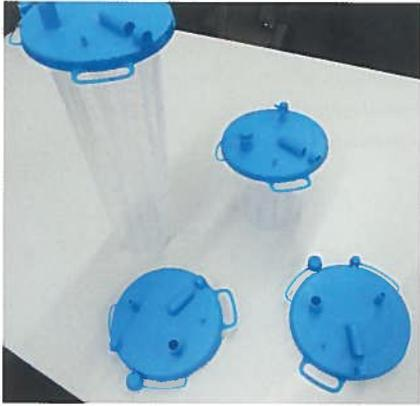

Bild 3. Produktreihe: Um die unterschiedlichen Höhen auszugleichen, war eine höhenverstellbare Werkzeugaufnahme nötig
- Die unterschiedlichen Höhen der Produktreihe (**Bild 3**) werden über eine höhenverstellbare Werkzeugaufnahme realisiert.